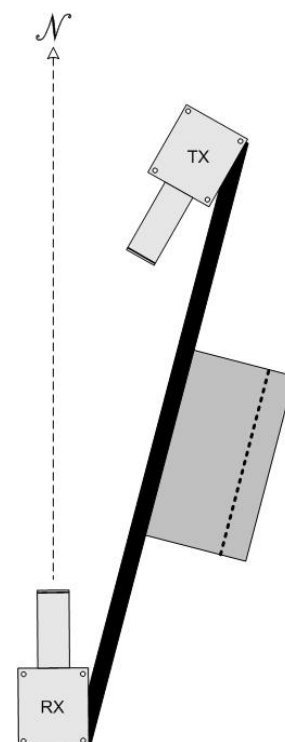

Figura 2.1.1-1 Orientación del sensor
- La figura 2.1.1-1 muestra la correcta orientación en el hemisferio Norte. En el Hemisferio Sur, rotar el sensor 180°. La orientación no es fundamental, puede ser ajustada para adaptarse a las necesidades de la instalación.